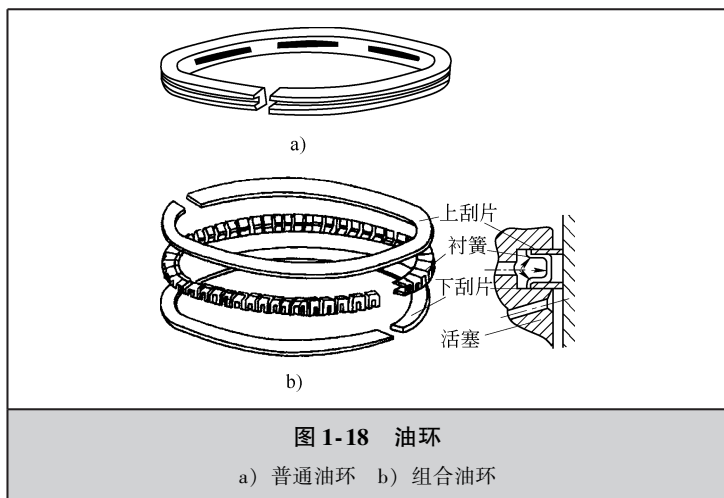

图 1-18 油环
4) 油环的结构。油环有普通油环和组合油环两种,如图1-18所示。